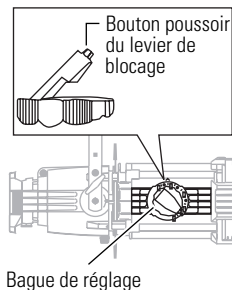

Figure 3
1. Appuyer sur le bouton poussoir du levier de blocage et incliner le levier de blocage pour déverrouiller la bague de réglage. Voir la **Figure 3**.